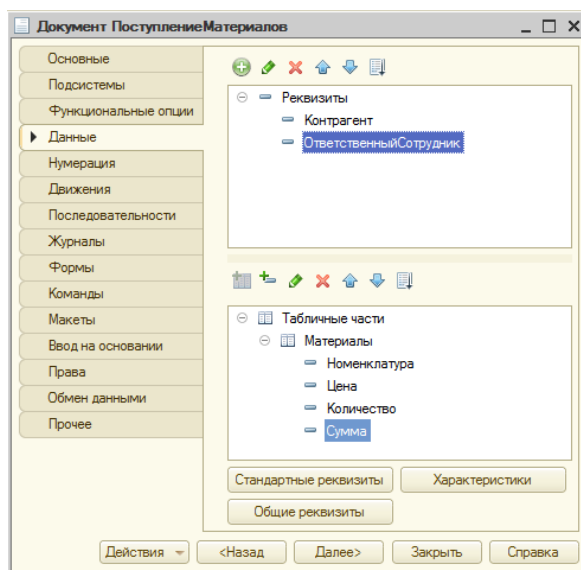

Рисунок 11.1- Настройка состава реквизитов документа
1. Для описания документов в дереве конфигурации имеется отдельная ветвь – **Документы**. В одной из предыдущих лекций мы создали один документ – **ПоступлениеМатериалов**. Сейчас мы займемся работой с ним. Для начала определимся с целью использования этого документа. Мы планируем с его помощью отражать в системе поступление материалов. Исходя из этих целей, нам понадобятся следующие реквизиты документа (Рисунок 11.1.), которые мы зададим на вкладке **Данные** окна редактирования объекта: